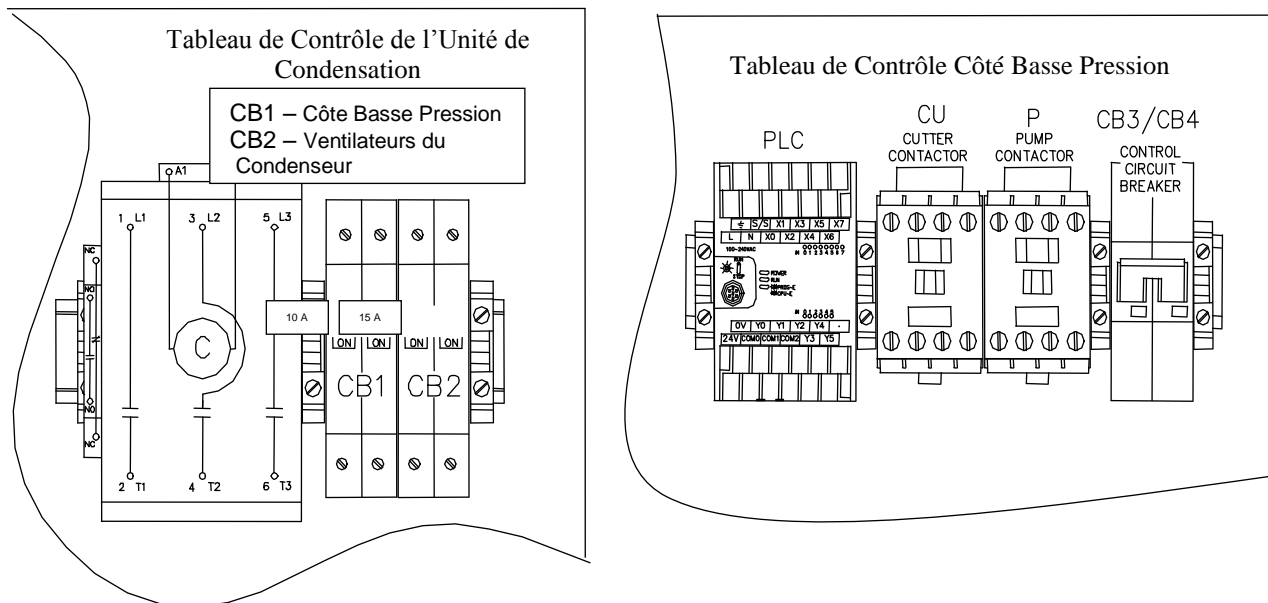

FIGURE 4-2
7. Mettez la machine sous tension deux (2) heures avant la mise en marche afin de lancer le chauffage du carter.
8. Vérifiez que les disjoncteurs du tableau de contrôle de l'unité de condensation se trouvent en position Marche ("On"). (Figure 4-2)